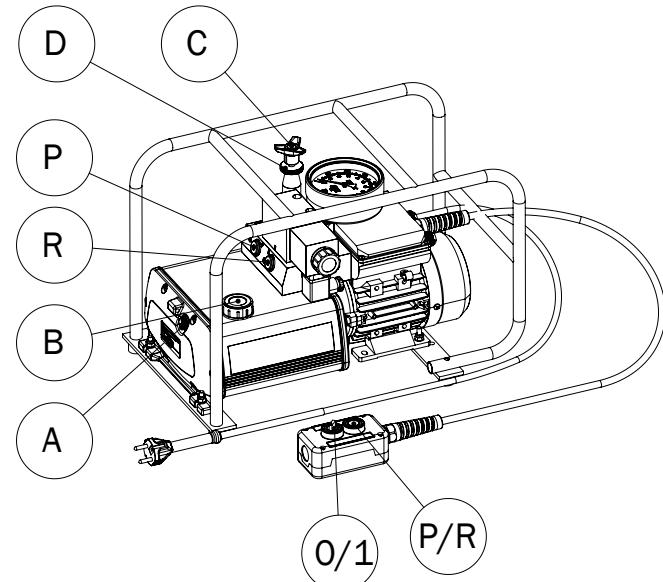

Fig. 10
Pumpens oljepåfyllnadsplugg har inbyggd luftventilering för att motverka över- och undertryck i oljetanken (fig. 10 pos. B)
Siktglas för enkel kontroll av max. oljenivå (fig. 10 pos. A)
Anslut hydraulislängar med G 1/4" koppling i pumpens bägge tryckutgångar (fig. 10, pos. P och R) eller använd REHOBOT snabbkopplingar.
- Skruva bort oljepåfyllningspluggen (Fig. 10 pos.B).
- Fyll oljebehållaren genom påfyllningshålet tills oljenivån når mitten av siktglaset (fig. 10 pos. A).
För att påbörja arbetscykel, vrid fjärrkontrollens switch till läge 1 (fig. 10, pos 0/1). OBS! På grund av att fjärrkontrollens inbyggda PLC behöver en kort tid för att starta upp, så tar det ca 4 sekunder innan pumpning kan påbörjas efter att switchen är vriden till position 1.
Tryck in fjärrkontrollens tryckknapp (fig. 10, pos P/R) för att aktivera verktyget i positiv riktning. Släpp tryckknappen, och pumpen byter automatiskt riktning på oljeflödet och verktygets kolv återgår till startläget. Om tryckknappen ej trycks in igen så kommer en inbyggd timer stänga av elmotorn efter 10 sekunder.
Reglering av trycket sker genom att vrida inställningsskruven (fig. 10, pos C).
OBS! Innan tryckinställningen påbörjas, lossa låsringen (fig. 10, pos. D) genom att skruva den motsols tills det finns tillräckligt avstånd mellan låsringen och reglerventilens hus.